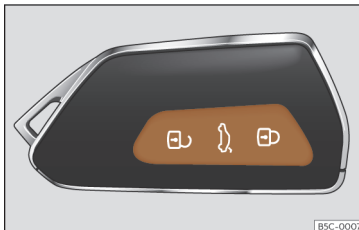

Fig. 73 Chave por comando à distância: teclas.
- Trancar: pressione o botão  >>> **Fig. 73.**